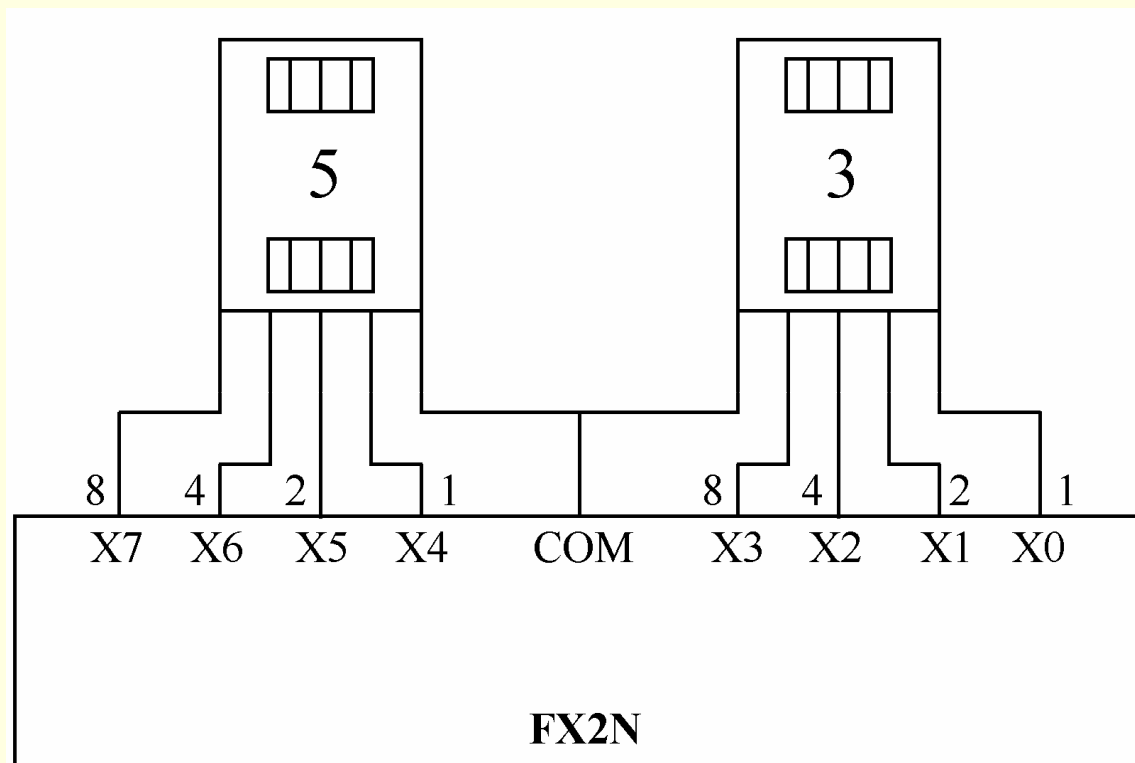

图10.15 两位拨码开关的接线图
拨码开关的外形与接线如图10.15所示，图中两位拨码开关显示十进制数据53。按动拨码开关的按键可以向PLC输入十进制数码（0~9）。
- (1) 将图10.15所示的拨码开关数据经BIN变换后存储到数据寄存器D0中。
- (2) 将图10.15所示的拨码开关数据不经BIN变换直接存储到数据寄存器D10中。